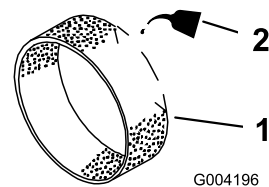

Figure 18
- Imbibez le préfiltre de 30 à 60 ml d'huile (Figure 18).